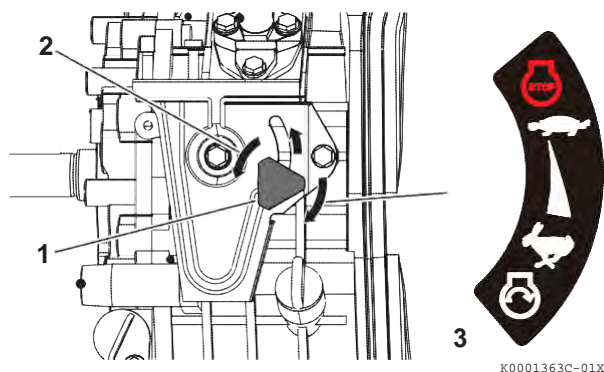

Figura 17
3. Se il controllo di velocità motore è simile a **Figura 17**:
- Ruotare il pomello di controllo velocità motore **(Figura 17, (1))** a sinistra **(Figura 17, (2))**.
- Ruotare il pomello di controllo velocità motore verso destra **(Figura 17, (3))** per serrarlo.